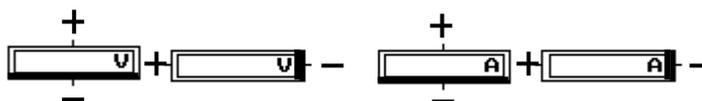
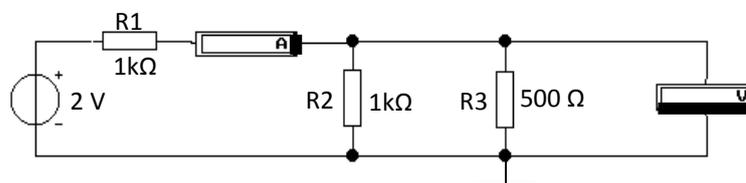

Рис. 11. Полярность выводов приборов
Рис. 12. Пример электрической схемы
Отрицательная клемма для подключения этих приборов обозначена *широкой черной полосой* и может быть размещена на любой грани изображения прибора (см. рис.11.) при вращении изображения прибора (вращение может быть выполнено также нажатием комбинации клавиш Ctrl+R).
3.5. Соедините компоненты, расположенные на рабочем поле, проводниками и откорректируйте конфигурацию проводников, как показано на рис. 12.
Соедините остальные элементы между собой. Нанесите внешние клеммы - "узлы" источника сигнала и вольтметра. Измените (если это необходимо) конфигурацию проводников и расположение компонентов в соответствии с рис. 12.
Измеритель предназначен для анализа амплитудно-частотных (при нажатой кнопке **MAGNITUDE**, включена по умолчанию) и фазо-частотных (при нажатой кнопке **PHASE**) характеристик. На рис.11 показана передняя панель измерителя в режиме измерения АЧХ (**MAGNITUDE**), а на рис.12 - в режиме измерения фазы (**PHASE**).